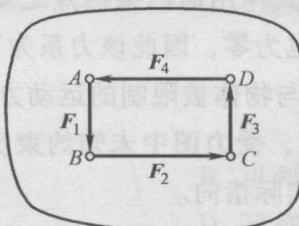

图 1-15
- (12) 图 1-15 所示刚体上 A、B、C、D 四点分别作用力  $\vec{F}_1$ 、 $\vec{F}_2$ 、 $\vec{F}_3$ 、 $\vec{F}_4$ ，且  $\vec{F}_1 = -\vec{F}_3$ ， $\vec{F}_2 = -\vec{F}_4$ ，则刚体能否处于平衡？\_\_\_\_\_。